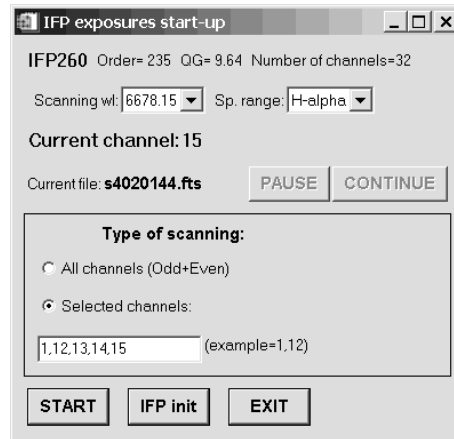

Рис. 25: Интерфейс управления сканирующим ИФП
2. Нажать "REMOTE IFP" в открывшемся меню (см рис. 25) установить требуемую длину волны сканирования (длина волны калибровочной линии, см. выше) и спектральный диапазон (то, что будет писаться в FITS-шапку: H β , [OIII], H α , [NII] или [SII]). Программа сама (в зависимости от названия установленного ИФП) выберет величину константы QG, порядок интерференции и число спектральных каналов (36 для IFP501 и 32 для IFP235).